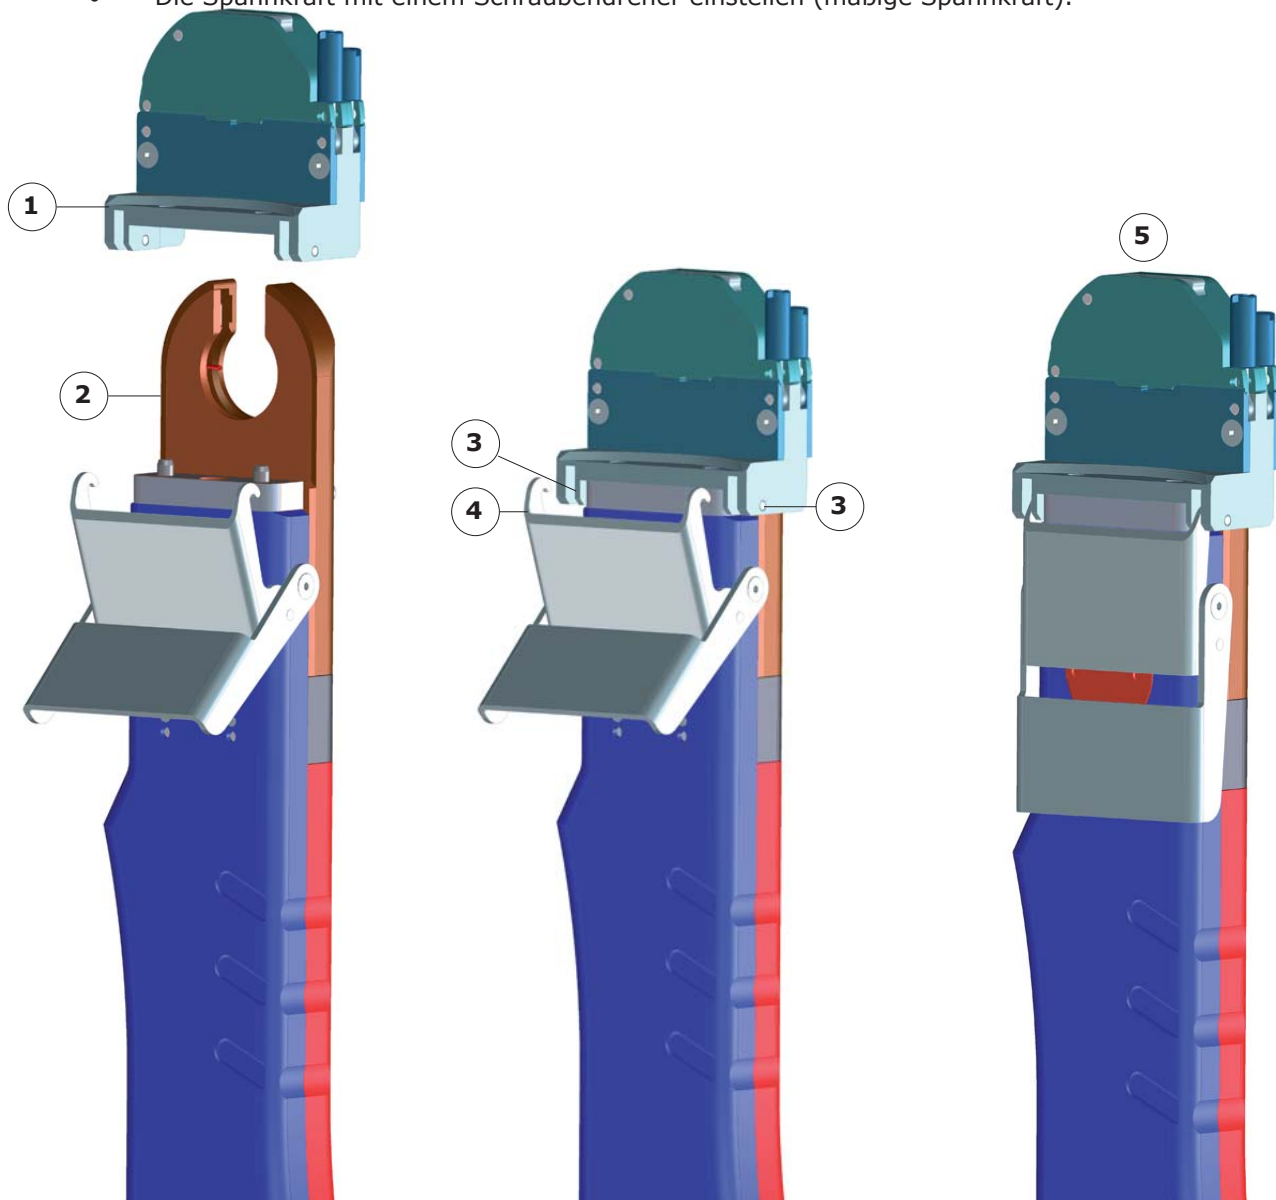

Abb. 5.4 - Montage einer Kasette
- Die Kasette (Abb. 5.4 - Index 1) auf das Elektroden-Zahnkranzmodul (Abb. 5.4 - Index 2) stecken. Die Nocken zum Einhaken (Abb. 5.4 - Index 3) an der Kasette und der Verschluss des Griffstückes (Abb. 5.4 - Index 4) müssen sich auf der gleichen Seite der Zange befinden.
- Die Kasette durch Verriegeln des Verschlusses auf dem Griffstück befestigen (Abb. 5.4 - Index 5).